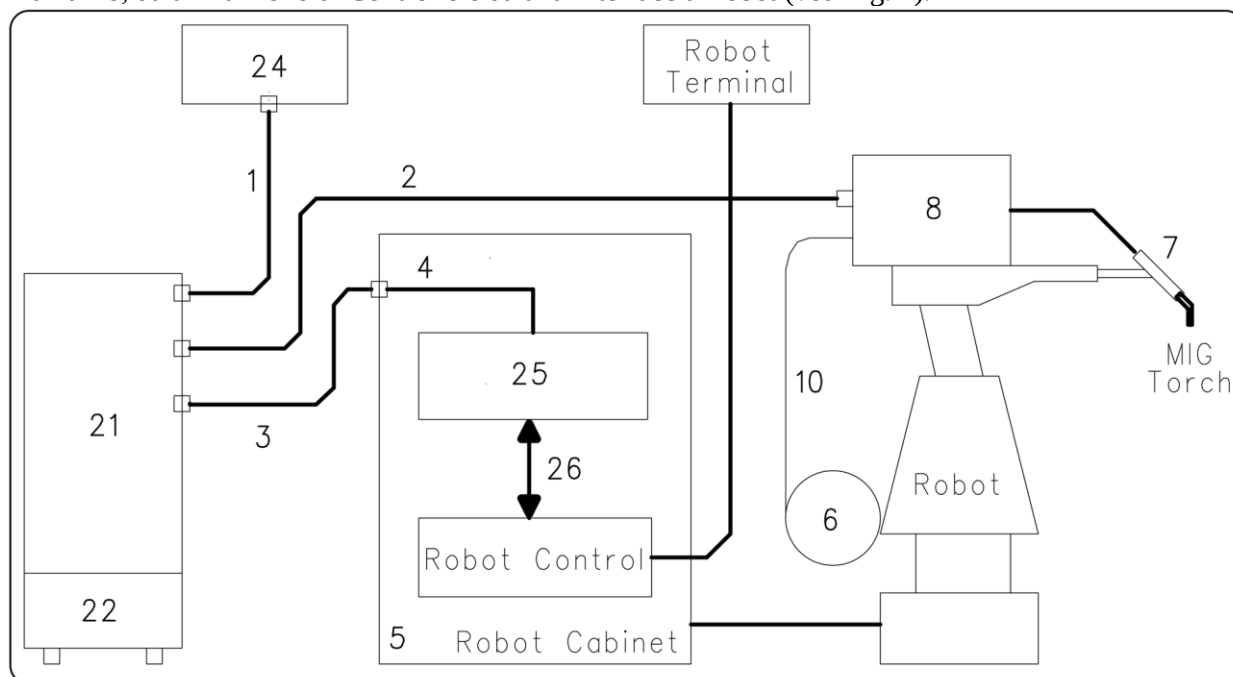

fig. 1
È composto da un Generatore, equipaggiato eventualmente di Gruppo di Raffreddamento, da un Carrello Trainafile, da un Pannello di Controllo e da una Interfaccia Robot (vedi fig. 1).
3.2 Messa in opera Generatore (fig. 1).